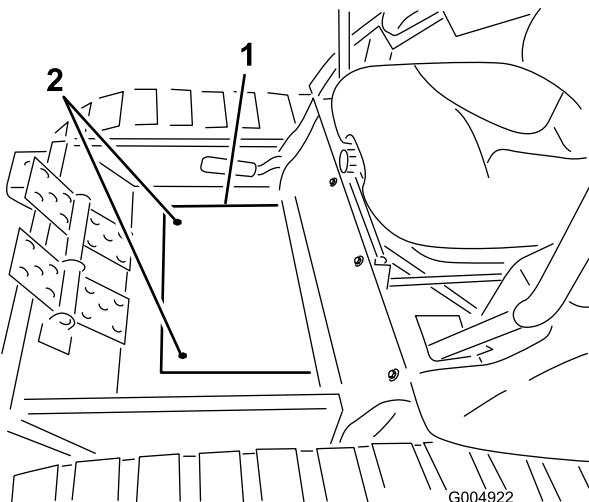

Figura 58
4. Instale la cubierta de la chapa de suelo (Figura 58).